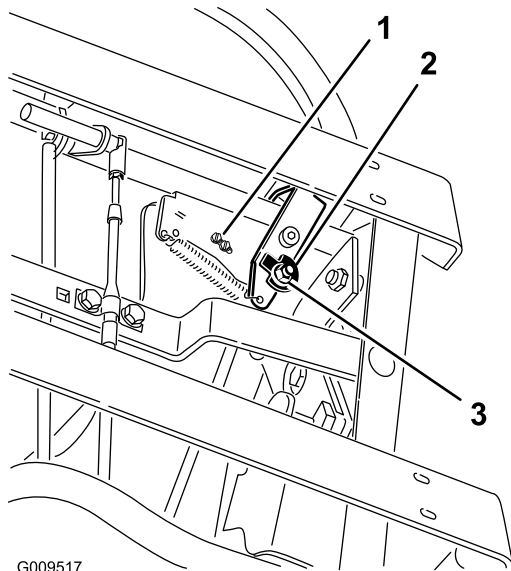
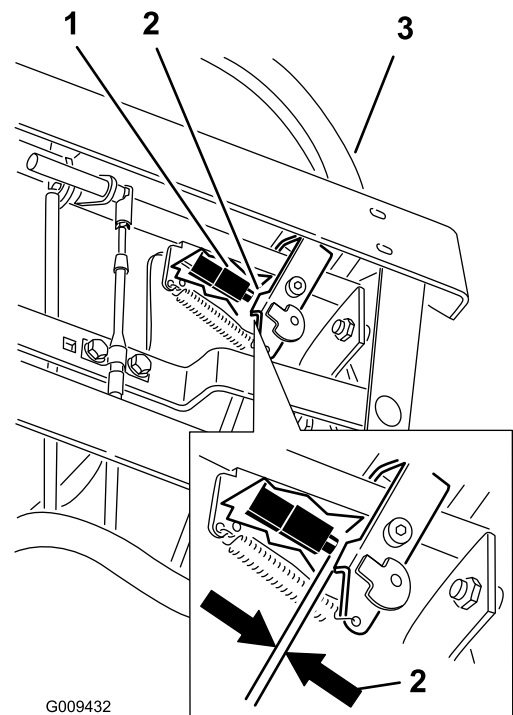

Figura 67
Figura 68
7. Afloje la tuerca y el perno que sujetan la leva (Figura 67).
10. Compruebe la distancia entre la palanca de control y el interruptor, según se muestra en Figura 68. La distancia debe ser de 3 mm (1/8 pulgada) con la palanca de control de movimiento derecha en la posición de punto muerto sin bloquear.
11. Si es necesario, afloje los tornillos que sujetan el interruptor, y ajuste el interruptor (Figura 67 y Figura 68).